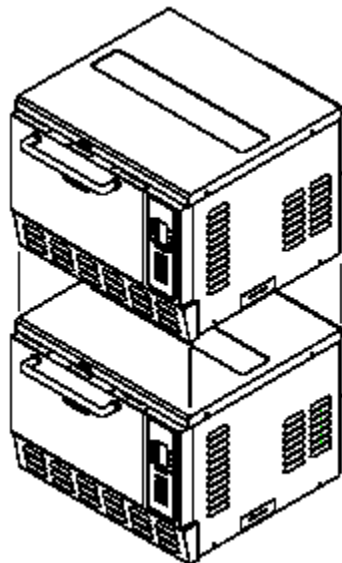

Figura 4: Empilhamento duplo de fornos
2. Alinhe cuidadosamente um forno sobre o outro. Ver Figura 4.